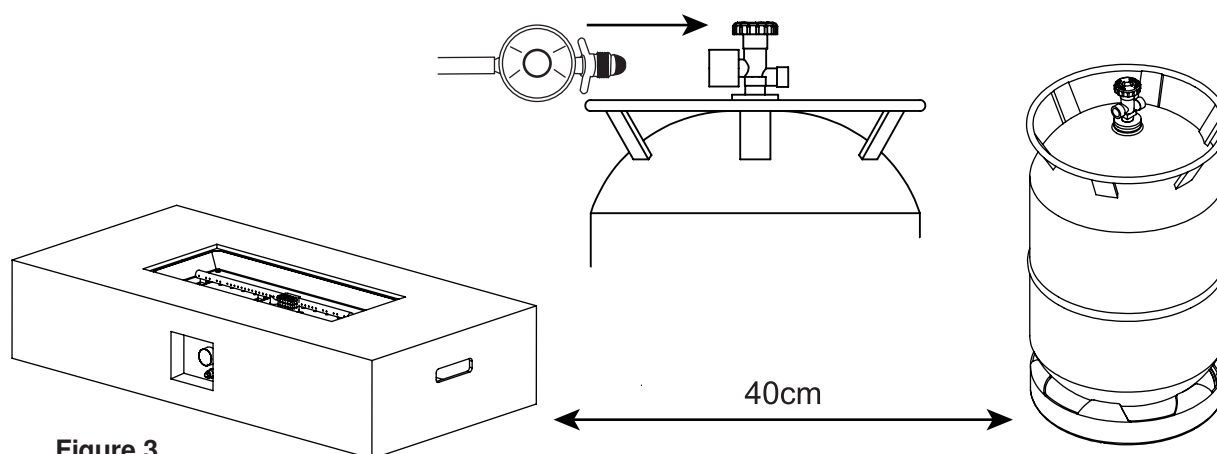

Figure 3
4. Conecte el regulador a la válvula del tanque y apriete firmemente (ver Figure 3).